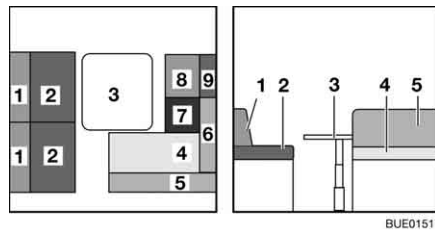
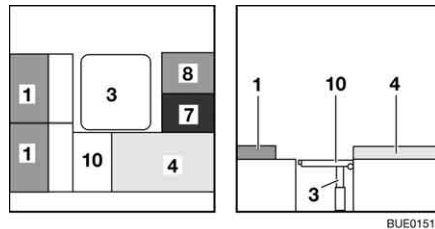

Fig. 155 Antes de la transformación
Fig. 156 Durante la transformación
- Transformar la mesa (Fig. 155,3) en base de cama (véase apartado 6.11).
- Quitar los cojines del respaldo (Fig. 155,5, 6 y 9) y ponerlos a un lado.
- Quitar los cojines del asiento (Fig. 155,2), plegar la prolongación de caja de asiento (Fig. 156,10) hacia fuera y apoyarla en el alojamiento.
- Colocar los cojines del respaldo (Fig. 156,1) en el banco longitudinal.